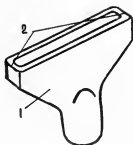

Рис. 38. Сопло для обдува стекла:
К лобовому стеклу будет попадать больше нагретого воздуха, если мы увеличим проходное сечение сопел, расположенных под ним (рис. 38). Опыты показали, что в результате уширения сопел с 6 до 12 мм лобовое стекло оттаивает при прочих равных условиях на 3 минуты быстрее (1).